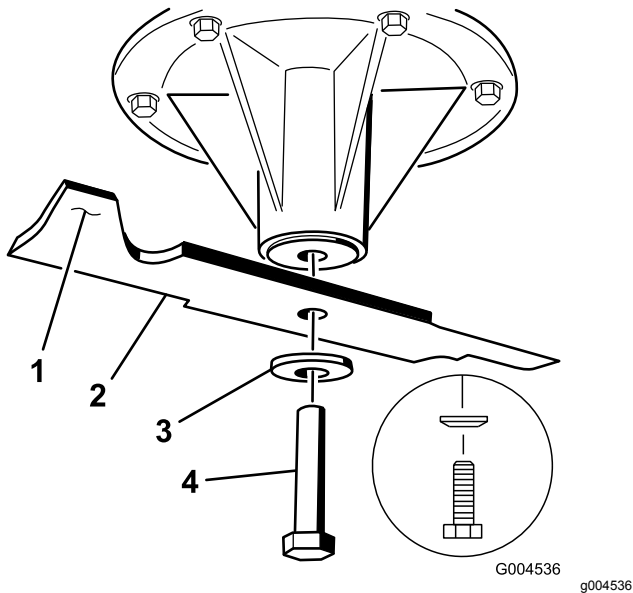

Figura 114
2. Retire a cavilha da lâmina, a anilha curva, e a lâmina do eixo (Figura 114).
- Instale a lâmina no eixo (Figura 114).
- Instale a anilha curva e o parafuso da lâmina (Figura 114).